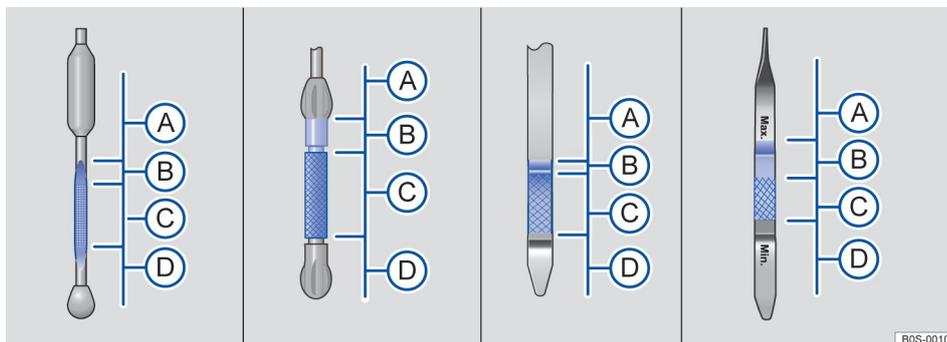
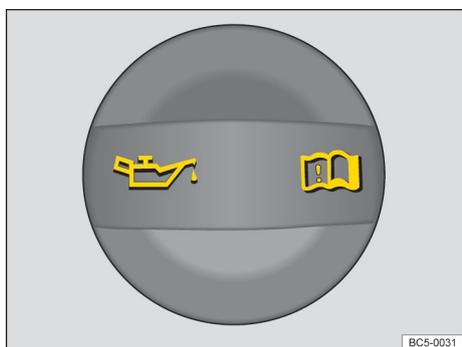

Рисунок 135. Метки уровня моторного масла на щупе (разные типы)
Рисунок 136. В моторном отсеке: крышка заливной горловины моторного масла (Схематическое изображение)
Уровень масла должен быть на верхней границе зоны С → Рисунок 135  при работе двигателя в тяжелых условиях, при дальних поездках по автомагистралям в летнее время, буксировке прицепа или движении в горной местности.
4. Найдите заливную горловину моторного масла и масляный щуп. Маслоналивную горловину двигателя можно определить по символу  на крышке → Рисунок 136, а масляный щуп можно узнать по цветной ручке. Если вы не уверены в местонахождении крышки и маслоизмерительного щупа, обратитесь к авторизованному дилеру Компании.
7. Снова вытащите масляный щуп и проверьте уровень масла на щупе. Информация об уровне масла помечена следующим образом → Рисунок 135:
- (A) Не запускайте двигатель → ⓪. Пожалуйста, свяжитесь с авторизованным дилером Компании.
- (B) Не добавляйте моторное масло → ⓪. Перейдите к шагу 16.
- (C) Уровень моторного масла в норме. Когда нагрузка на двигатель высока, вы можете доливать моторное масло до верхнего предела этой зоны. Перейдите к шагу 8 или 16.
- (D) Уровень моторного масла слишком низкий. Обязательно долейте моторное масло. Перейдите к шагу 8.
9. Открутите крышку заливной горловины моторного масла → Рисунок 136.
13. Уровень масла в двигателе после заливки должен быть как минимум в середине области → Рисунок 135 area (C). Уровень масла не должен превышать зону (C), должен находиться в пределах зоны (B), но никогда не должно быть в зоне (A) → ⓪.
14. Не запускайте двигатель, если по ошибке было добавлено слишком много моторного масла, а уровень масла находится на отметке (A) → Рисунок 135 (A). Свяжитесь с авторизованным дилером Компании.